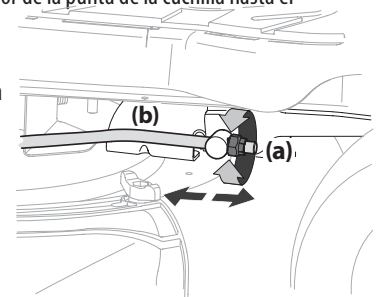

Figura 15
3. Ubique la tuerca de seguridad con brida en el extremo frontal de la varilla de elevación de la PTO (b). Consulte la Figura 15.